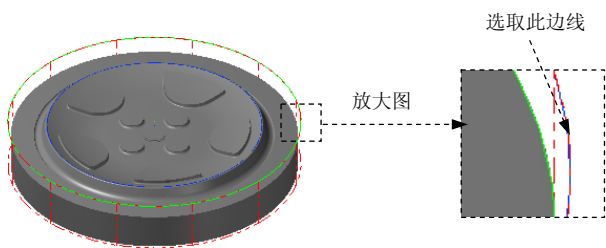

图 15.23 选取切削范围边线
(2) 单击“刀具路径的曲面选取”对话框的 **边界范围** 区域中的  按钮，系统弹出“串联选项”对话框，采用“串联方式”选取图 15.23 所示的边线。单击  按钮，系统返回至“刀具路径的曲面选取”对话框。
(3) 单击  按钮，系统弹出“曲面精加工平行铣削”对话框。